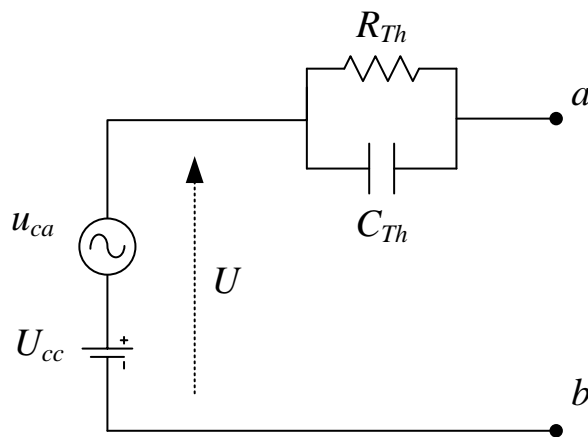

Figura P4.7
Se desea medir la señal de salida (U) de un circuito cuyo equivalente Thevenin aproximado es el de la figura P4.7 (sólo son accesibles los bornes a y b). Se dispone de un osciloscopio de 10 MHz de ancho de banda, 1 M Ω y 30 pF de impedancia de entrada; se cuenta también con puntas atenuadoras 1X, 10X y 100X, con cable de 1 m de longitud.